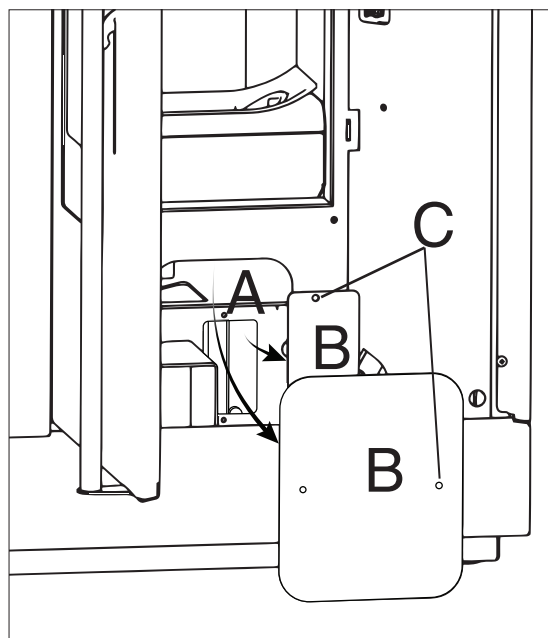

Fig. 6.1.2
- per un facile accesso al ventilatore (A) è sufficiente rimuovere coperchi (B) agendo sulle due viti (C) (Fig. 6.1.2).